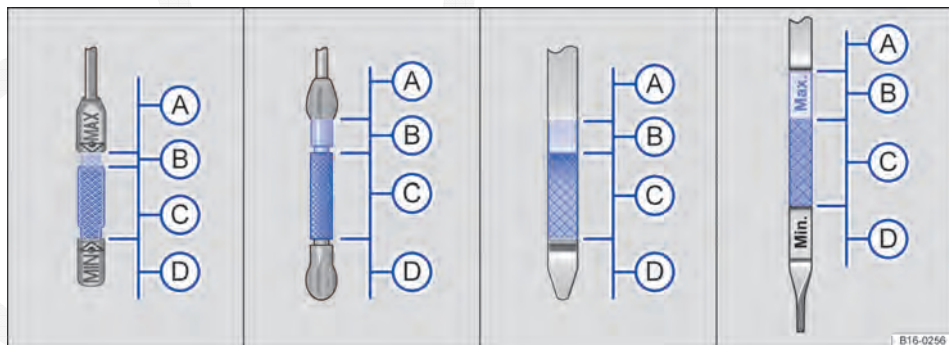

Fig. 189 Vareta de medição do óleo com marcas de nível do óleo do motor.
7. Retirar novamente a vareta de medição do óleo do motor e ler o nível no óleo do motor na vareta de medição ⇒ Fig. 189 da seguinte maneira:
- (A): **não dar a partida** no motor ⇒ (D). Procurar auxílio técnico especializado.
- (B): **não** reabastecer com óleo ⇒ (D). Continuar com a etapa 15.
- (C): o óleo pode ser reabastecido dependendo do nível de óleo do motor. Continuar com a etapa 8 ou 15.
- (D): reabastecer **obrigatoriamente** com óleo (aproximadamente 1,0 l). Continuar com a etapa 8.
12. Verificar novamente o nível do óleo do motor na vareta de medição do óleo antes de reabastecer mais uma pequena quantidade de óleo do motor. Nunca reabastecer com óleo do motor em excesso ⇒ (D).
13. O nível do óleo do motor depois do reabastecimento de ficar no mínimo no meio da área ⇒ Fig. 189 (C). Ele não deve ficar acima de (C) na área (B) e jamais deve ficar na área (A) ⇒ (D). ▶
Em caso de alta demanda do motor, o nível do óleo do motor deve estar na área permitida ⇒ Fig. 189 , como, por exemplo, em longas condições por estradas durante o verão, na condução com reboque ou durante travessias de montanhas.